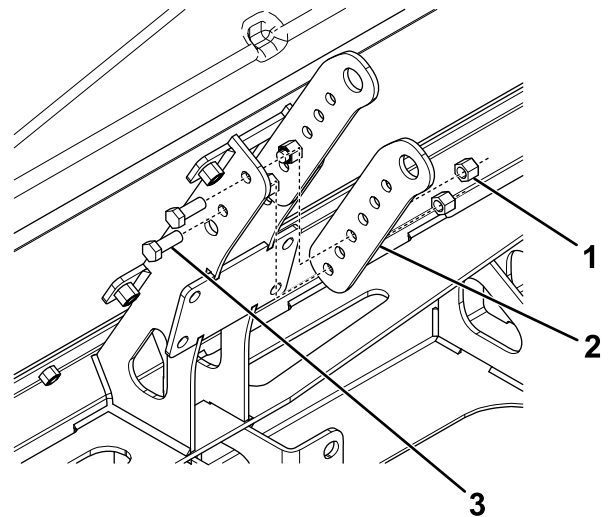

图13
3. 用 4 个螺栓 (3/8 英寸) 和锁紧螺母将连接杆支架固定至撒布机 (图13)。